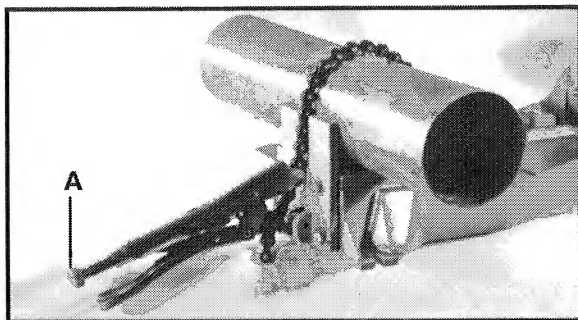

Fig. 11
3. Faire passer la chaîne de bridage par-dessus la pièce et dans l'encoche du guide fixe comme illustré à la Fig. 11.
6. Serrer les poignées supérieure et inférieure pour bloquer la pièce comme indiqué à la Fig. 11.
REMARQUE : Le réglage de la force de bridage s'effectue en tournant la vis de réglage (A), Fig. 11, qui dépasse au bout de la poignée supérieure de la pince-étau.